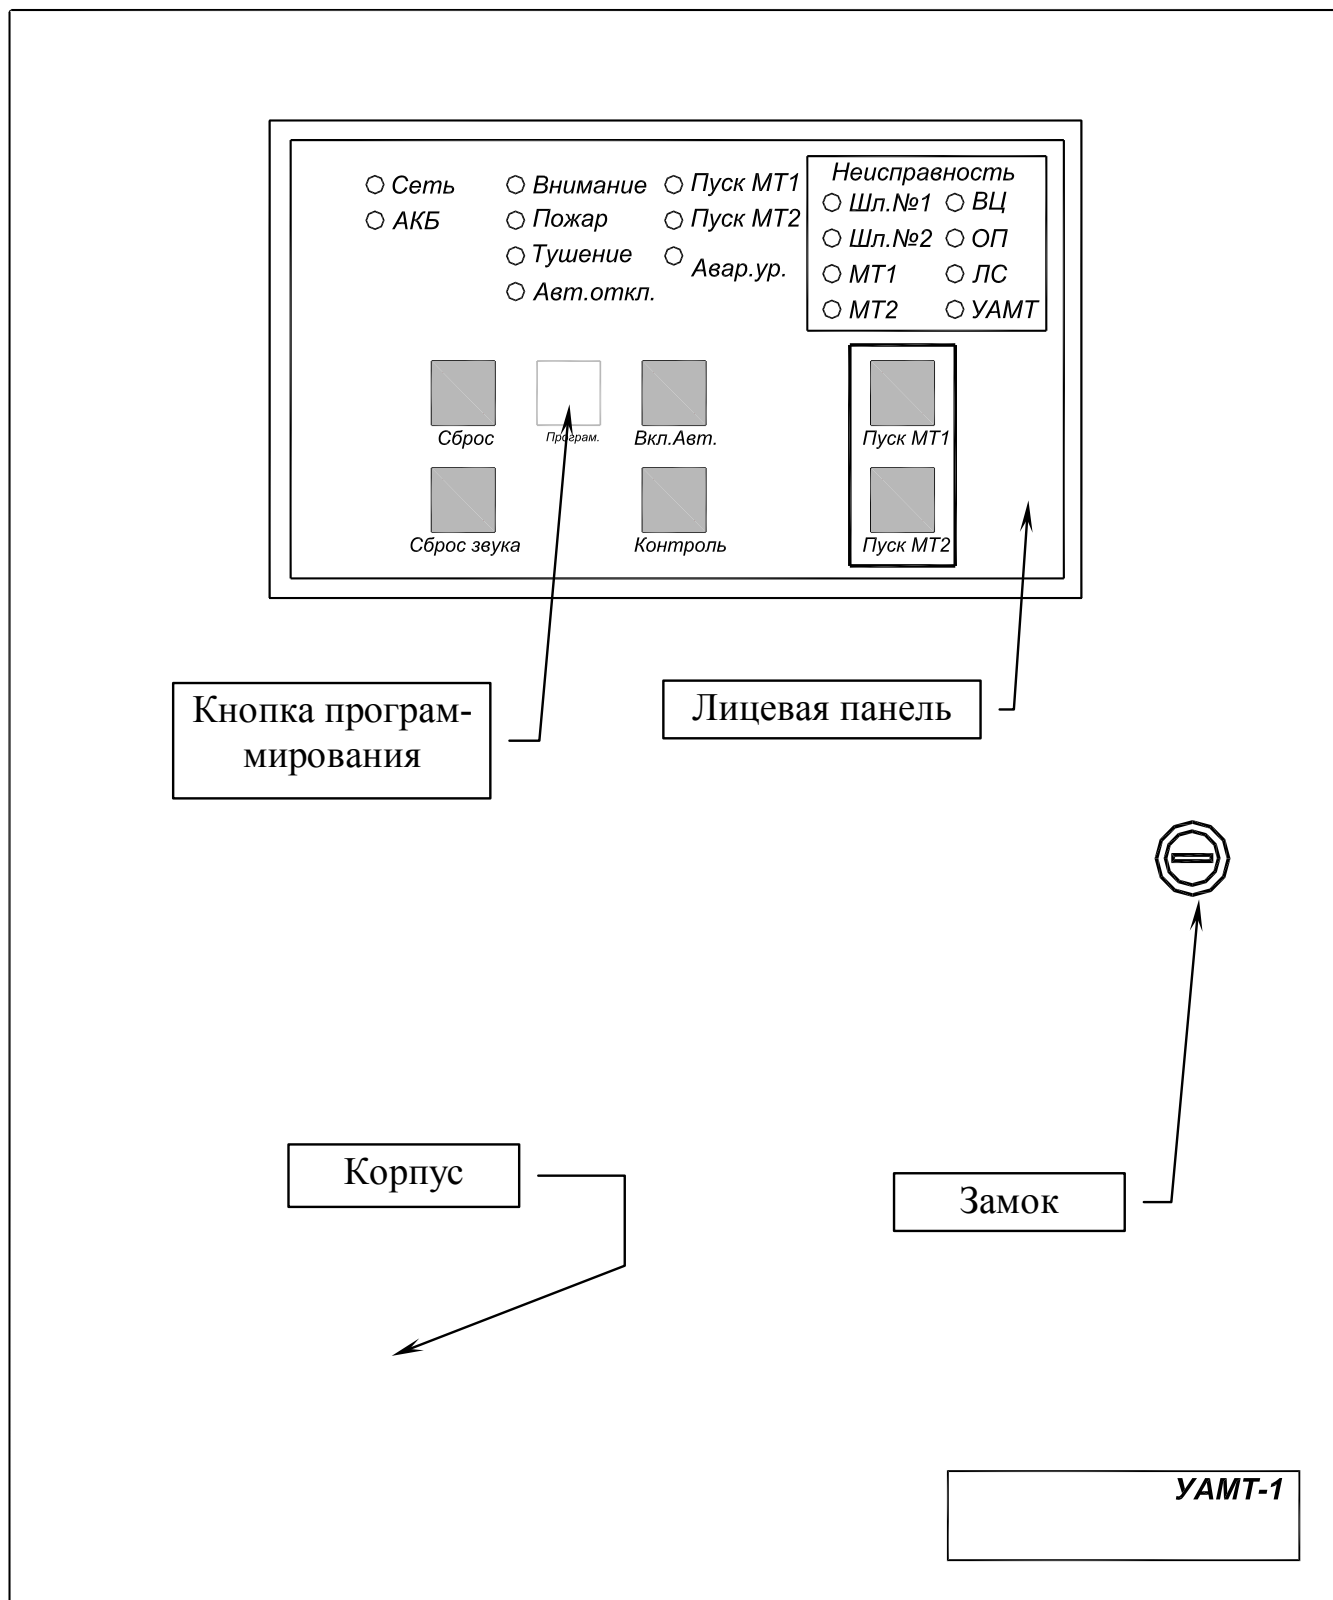

Рис. 1. Внешний вид УАМТ
На рис.1 показан внешний вид прибора. Конструктивно прибор выполнен в виде законченной конструкции, которая устанавливается на стене, и состоит из корпуса и лицевой панели. Оперативные органы управления, оптическая (световая) сигнализация выведены на лицевую панель.
- нажать и удерживать в течение 1 сек. кнопку "Программирование" (см. рис.1). Примерно через 1 сек. световой индикатор "Внимание" переходит в мигающий режим, что означает работу прибора в режиме "Программирование";